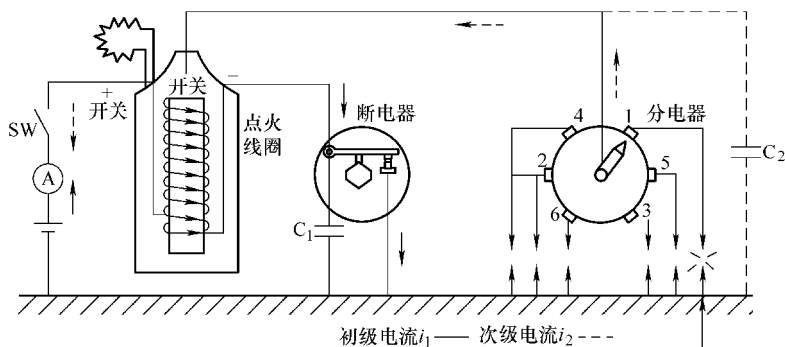

图 4-3 传统点火系统的工作过程
2) 传统点火系统的电路。在传统点火系统中，蓄电池或发电机供给 12V 低电压，经点火线圈和断电器转变为高电压，再经配电器分送到各缸火花塞，使电极间产生电火花，如图 4-3 所示。